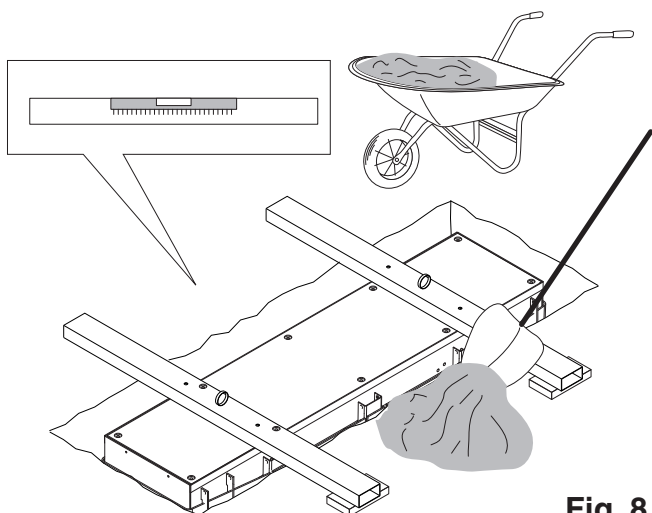

Fig. 8
- Riempire delicatamente con sabbia o stabilizzato fino alla quota di 25 cm da filo pavimento (**fig. 8**)
• Carefully fill with sand or stabilized material until reaching a height of 25 cm from the floor level (**fig. 8**).
• Behutsam mit Sand oder stabilisiertem Material bis auf eine Höhe von 25 cm vom Bodenrand auffüllen (**Abb. 8**).
• Remplir lentement avec du sable ou stabilisé jusqu'à la mesure de 25 cm par rapport au ras du sol (**fig. 8**).
• Llenar delicadamente con arena o estabilizado hasta 25 cm del nivel del suelo (**fig. 8**).